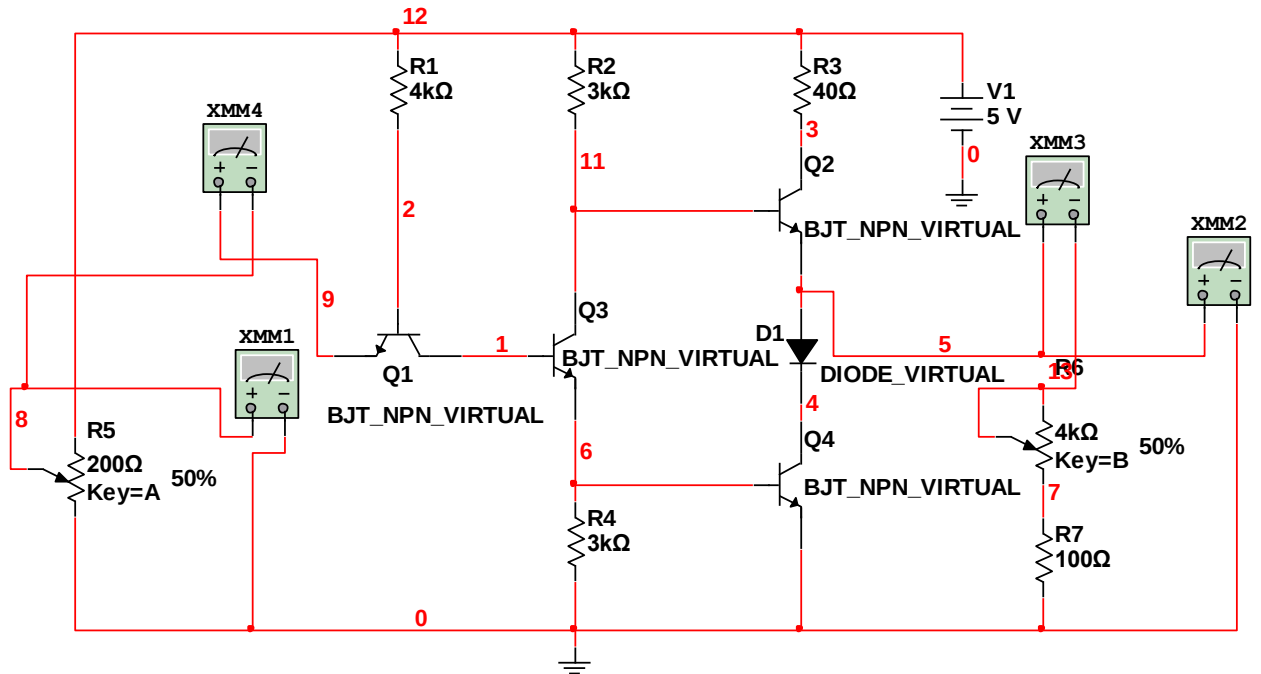

Рис.1
3. Зібрати схему інвертора, приведену на рис.1 $R_1=4\text{кОм}$, $R_2=3\text{кОм}$, $R_3=40\text{ Ом}$, $R_4=3\text{кОм}$, $R_5=200\text{Ом}$, $R_6=4\text{кОм}$, $R_7=100\text{Ом}$.